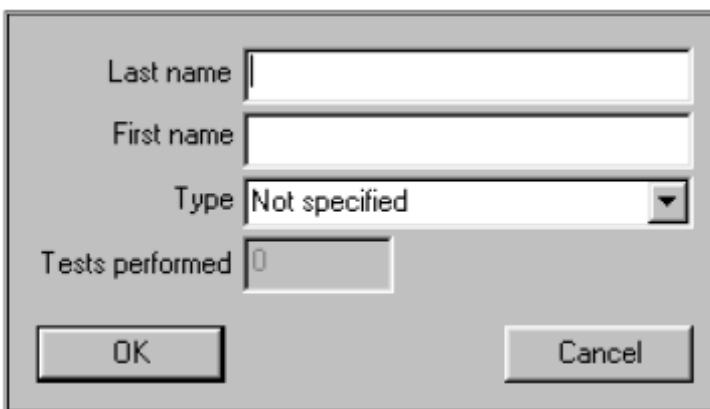

Figura 111: Janela Definir uma Nova Janela de Operador Enfant®
6. Uma vez que a janela Definir um novo operador aparecer, preencha os campos de texto com as informações apropriadas (**Figura 111**) e selecione Ok.